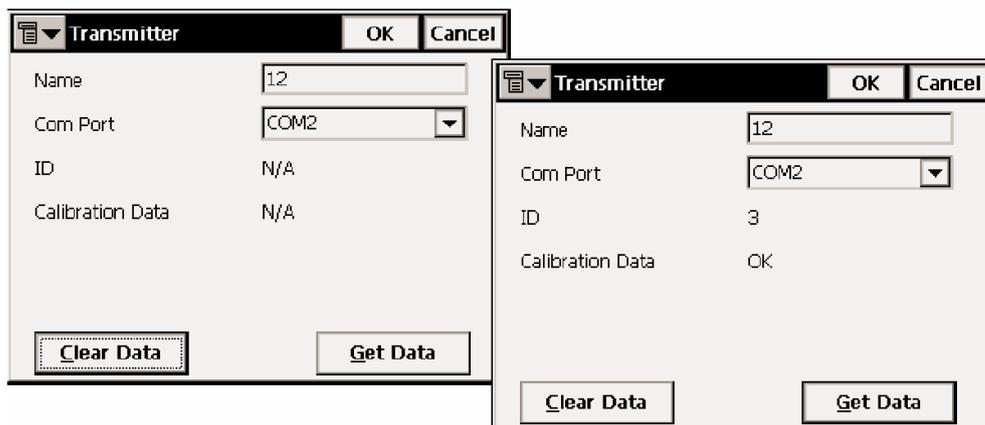

Рисунок 6-5. Настройка лазерного построителя зоны
4. В окне **Transmitter (Лазер)** введите *Имя* лазерного построителя зоны (обычно это его серийный номер), выберите *Com Port (Ком-Порт)* лазерного построителя зоны (обычно это COM1), затем нажмите **Get Data (Прием данных)** (рис. 6-5 на стр. 6-6)